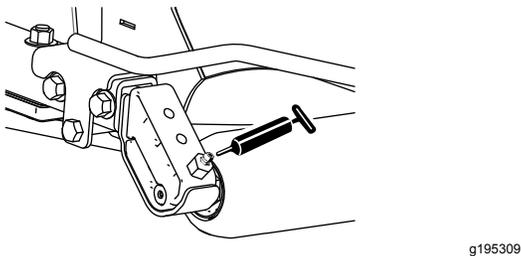

Figura 40
- Cojinetes de los rodillos traseros (2 por unidad de corte) (Figura 40).